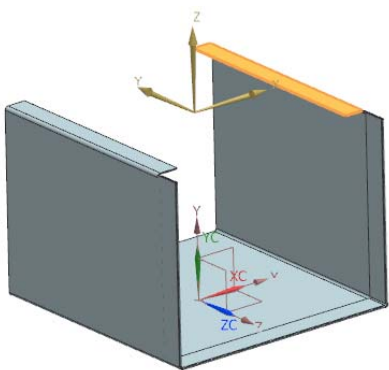

图 7-102 选择草图工作平面
(2) 单击“绘制截面”按钮 , 打开“创建草图”对话框。在视图区选择草图工作平面，如图 7-102 所示。